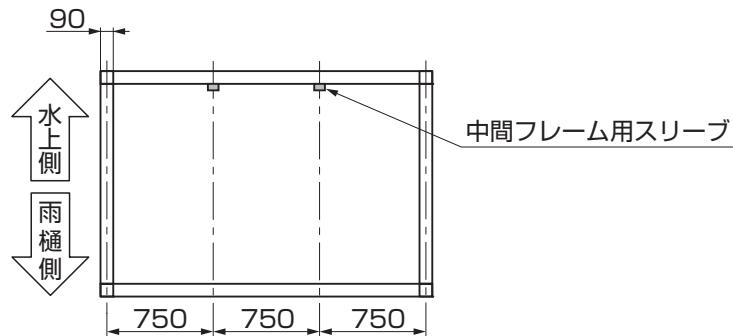

図1-2
- 中間フレーム用スリープの下穴ピッチが750mmになるように加工してください。(図1-2参照)